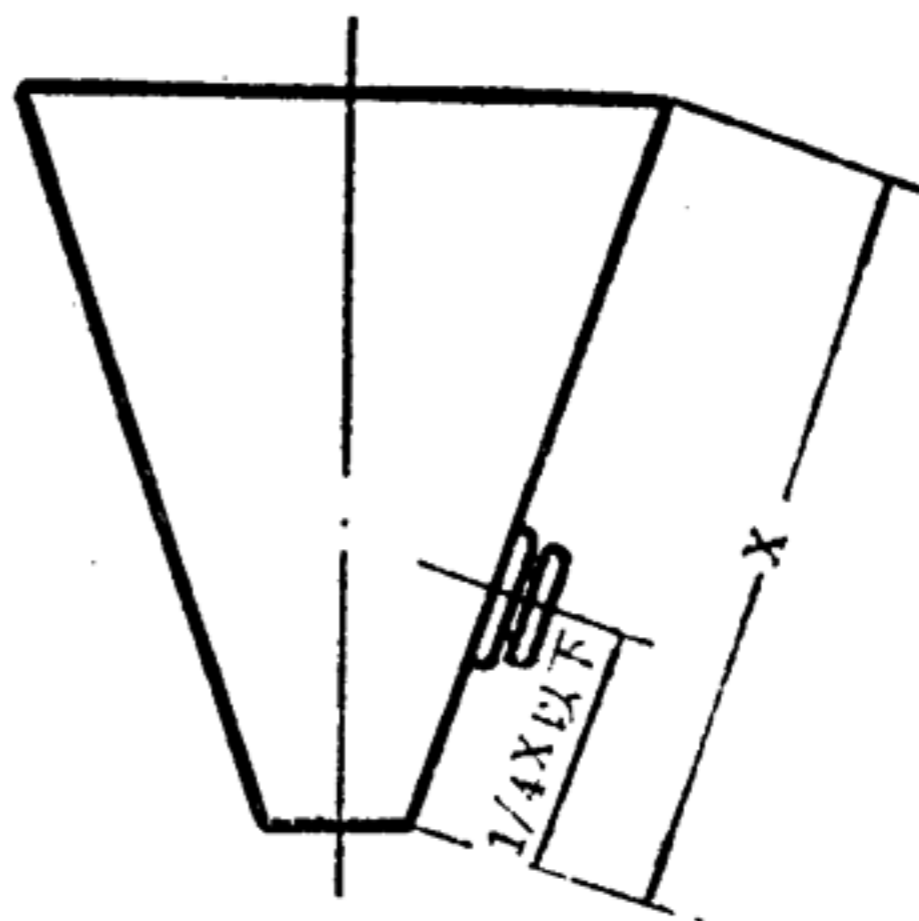

图5
(2) 角形料仓（见图5）：应安装在料仓下部某一面沿仓高 $\frac{1}{4}$ 或小于 $\frac{1}{4}$ 处中心线上。若要求其它三方面或拐角部也产生振动，或对于难以处理的物料，则应在对侧面不同高度上再安装一台。